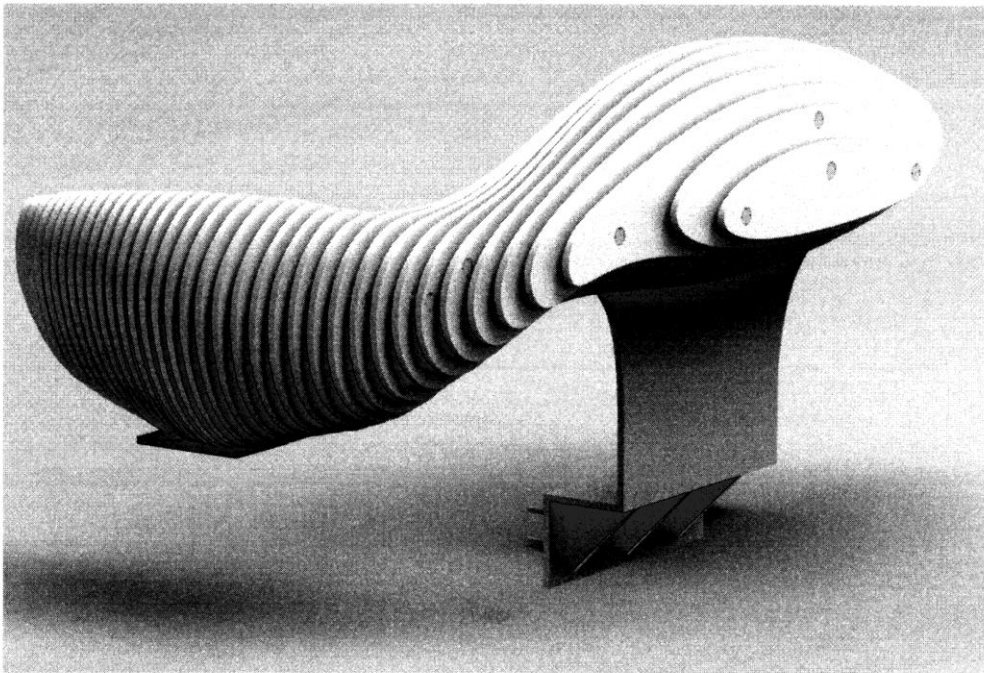

Fig.6
- Fig. 6** – przedstawia wtyczkę w ujęciu perspektywicznym w widoku z przodu.
- wtyczka w widoku perspektywicznym ma kształt zaokrąglonych nakładających się elementów poczynawszy od najmniejszego do największego, gdzie jedna część wtyczki zawiera wgłębienie. Wtyczka jest osadzona na prostokątnych umocowaniach, gdzie jedno z nich zawiera wystające kołki, jak przedstawiono na fig. 6–8.